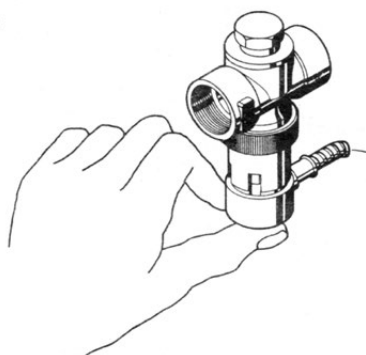

Fig. 41 Sécurité d'écoulement thermique
- Presser le capuchon rouge contre la soupape (Fig. 41) > l'eau doit s'écouler dans l'entonnoir.